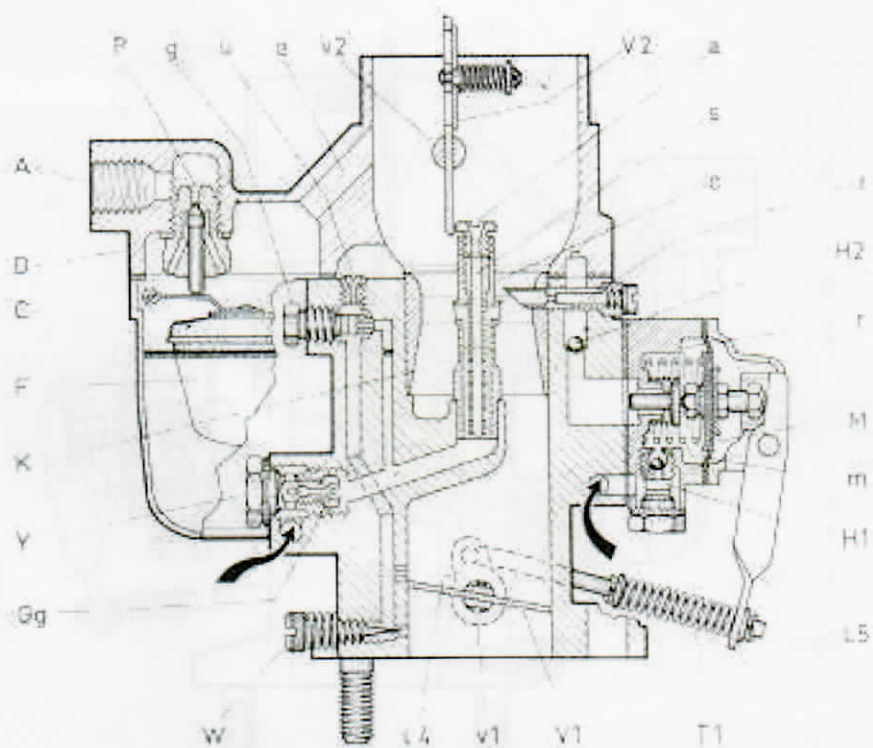

Abb. 5 Schem. Schnitt des 32 PCI (3) Glas 600 und 700 Steyr Puch 500 DL E 14838/39 — 14785
Bei der Vergaserausführung 32 PCI (3) ist an Stelle des Einspritzarms im Vergasendeckel ein **Einspritzrohr** (i) vorhanden (Abb. 5), das unter dem oberen Rand des Vergasergehäuses eingepreßt ist.